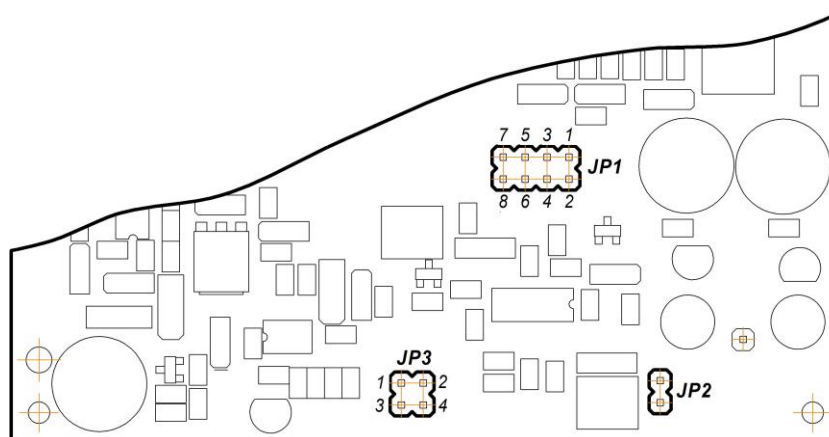

Рисунок 5.2 – Положение переключек на плате блока БУС-11
5.2.2 Для переналадки блока на другие типы входного сигнала используйте рисунок 5.2 и таблицы 5.2.1 и 5.2.2.